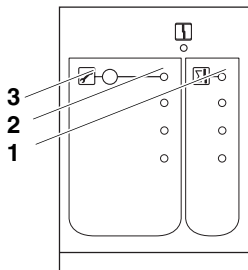

Рис. 2 Фронтальная панель функционального модуля FM 448
Если в текущий момент времени возникла неисправность в системе управления или в сопряженных с ней элементах, то на функциональном модуле FM 448 загорается светодиод "Общее сообщение о неисправности" (рис. 2, поз. 1).
- Удерживайте нажатой кнопку "Техническое обслуживание/подавление сигнала" (рис. 2, поз. 3) до загорания светодиода "Техническое обслуживание/подавление сигнала" (рис. 2, поз. 2) для того, чтобы временно (максимум на 2 часа) отключить подсоединенное сигнальное устройство.
Если специалист отопительной фирмы включил функцию "Техническое обслуживание", то на функциональном модуле FM 448 загорается светодиод "Техническое обслуживание/подавление сигнала" (рис. 2, **поз. 2**).
Вы можете выключить функцию "Техническое обслуживание" повторным нажатием кнопки (рис. 2, **поз. 3**).